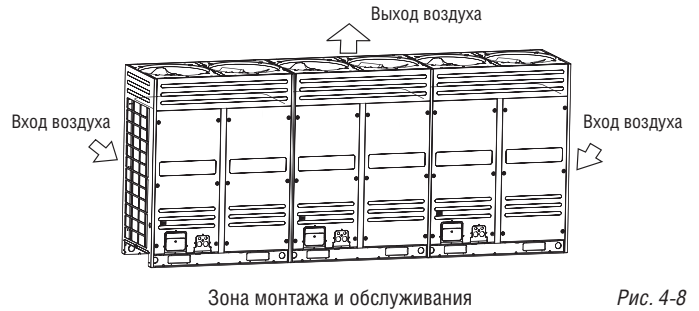

Рис. 4-8
- Убедитесь, что для обслуживания блока имеется достаточное пространство. Модули одной и той же системы должны размещаться на одной высоте (см. рис. 4-8).